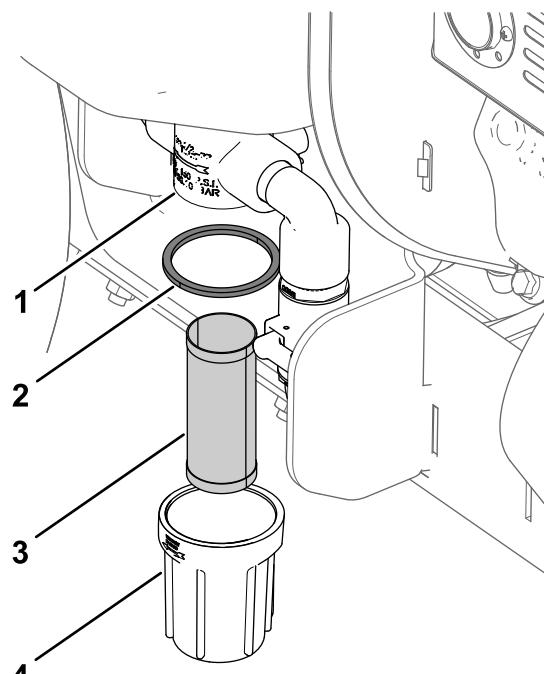

Figura 54
4. Gire la taza del filtro en sentido antihorario y retire la taza y el filtro del cuerpo del filtro (Figura 54).
- Instale el filtro en el cuerpo del filtro (Figura 54).
- Instale la junta y la taza del filtro en el cuerpo del filtro y apriete la taza a mano (Figura 54).